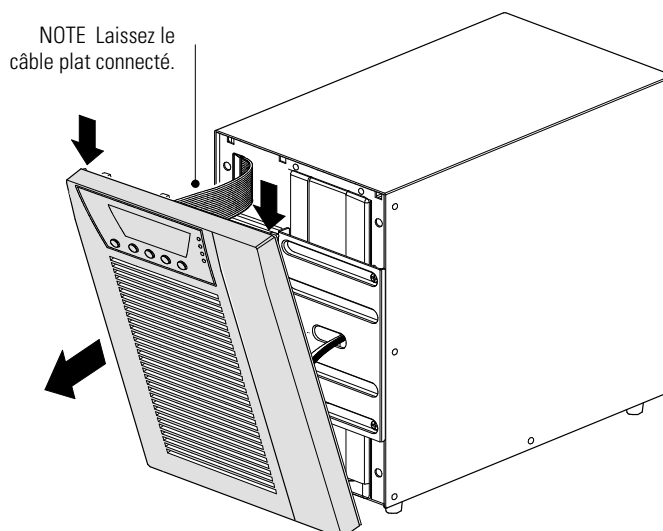

Figure 14. Retrait du Couvercle Avant de l'Onduleur
1. Retirez le couvercle avant de l'onduleur (voir Figure 14).